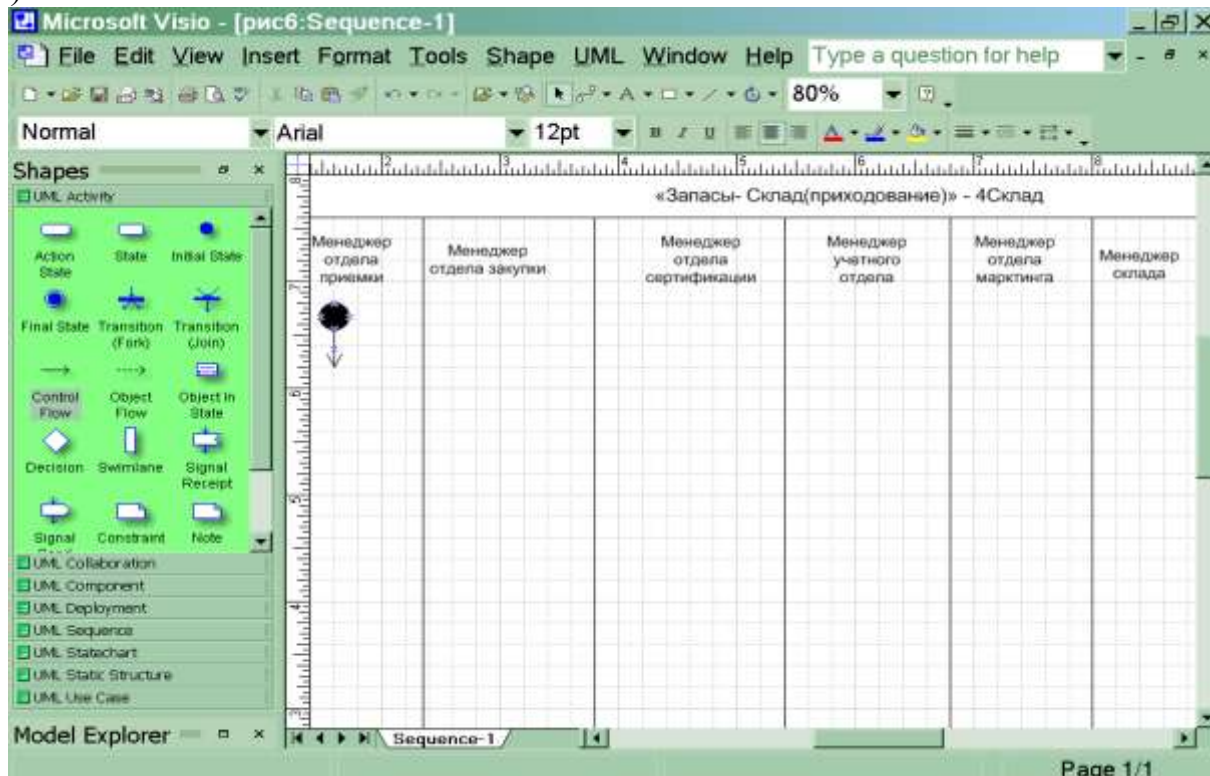

Рис.6 Подготовительная стадия для изображения диаграммы действий
8. Обозначьте на диаграмме начало процесса символом ● «Initial state» в графе отведенной для изображения действий менеджера отдела приемки. (рис.6). Не забывайте, что работу с графическими формами можно осуществлять только при активированной пиктограмме с изображением стрелки на панели «Форматирование».
9. Направьте стрелку вниз от изображения начала процесса. Для этого перенесите с формы UML Activite изображение стрелки  (Control Flow) (Рис.6).